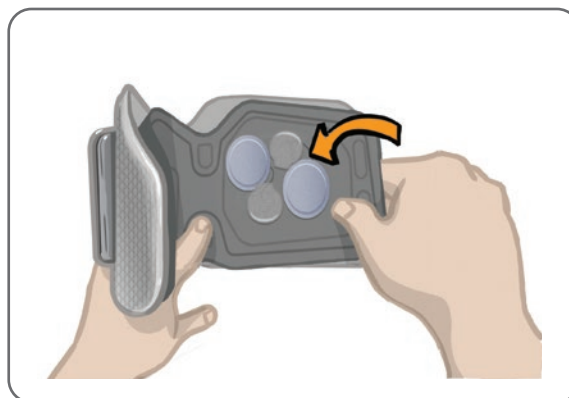

Bild 6-5: Ta bort den personliga panelen
1. Ta bort den personliga panelen från underbensmanschetten. Se bild 6-5.